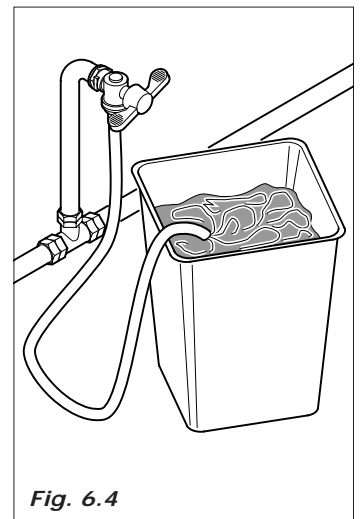

Fig. 6.4
- antes de efetuar a conexão hídrica, deixar sair um pouco de água da torneira para eliminar eventuais residuos de impuridade e de sujeira (Fig. 6.4).